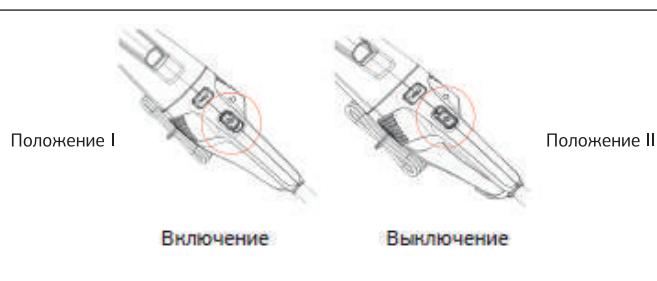

Рис. 3
- Приведите кнопку в положение «I» (Рис. 3).